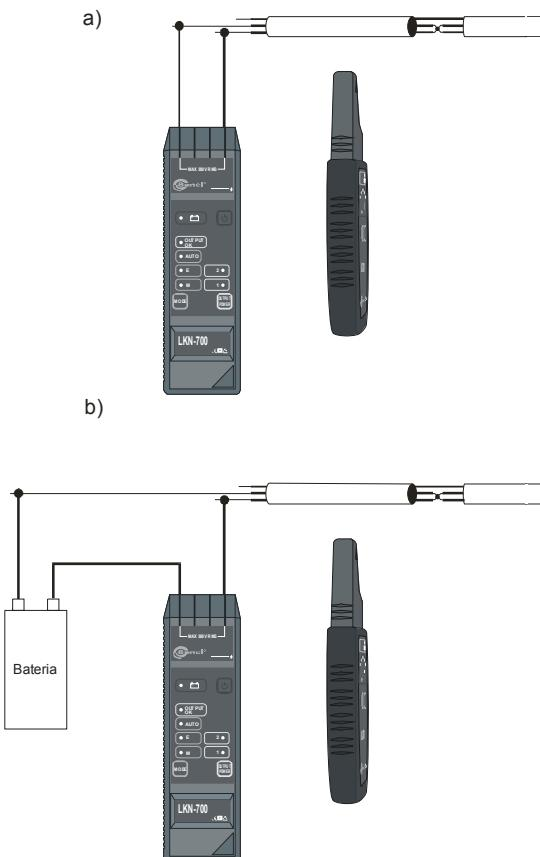

Рис.11 Поиск места короткого замыкания проводов
- Клавишей **4** установить режим работы «ток-напряжение» „M+E” или „AUTO” (Рис.11.а) или, возможно, «ток» „M”, если используется внешний источник питания (Рис.11.б);
При высоком сопротивлении цепи напряжение передатчика может оказаться недостаточным для создания соответствующего тока: 10 мА, 20 мА или 40 мА (диод **9 „OUTPUT OK”** не светится). Тогда между передатчиком и одним из проводов следует подключить дополнительный источник с достаточно большим напряжением (Рис.11.b) и изменить режим работы передатчика на «ток» „М”. В схеме с Рис.11.a можно использовать режим «силовой» „Е”, помня об установке приемника в режим «ток» „М”.